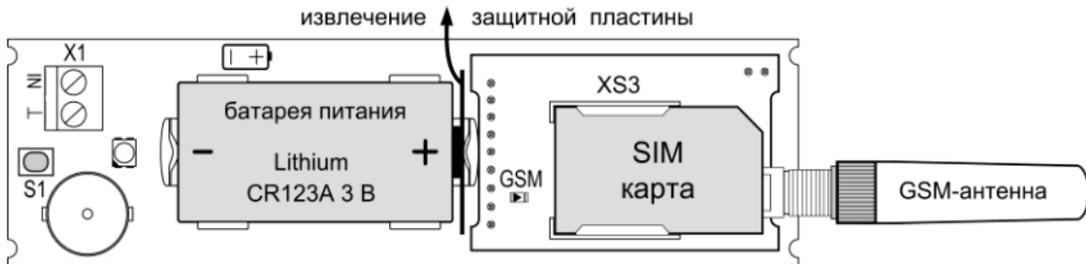

Рис.4 Установка SIM карты, извлечение защитной пластины, подключение внешней GSM-антенны (только для варианта 2)
2. Убедитесь, что SIM карта установлена в соответствии с рис.4, либо установите SIM карту в держатель на плате GSM-модуля: контактами к держателю, срезом – как показано на рис.4.
3. Включите питание сигнализатора – извлеките защитную пластину из контактов батареи питания (см. рис.4) или установите батарею питания, соблюдая полярность (если она была извлечена). После включения питания световой индикатор сигнализатора засветится красным. Светодиод «GSM» будет светиться в течение 3-х секунд и начнёт часто мигать – производится поиск сети и регистрация в сети GSM.
1. Сигнализатор должен находиться в «Дежурном» режиме. Откройте крышку сигнализатора (У варианта 2 перед снятием крышки отключите внешнюю GSM-антенну – антенна откручивается вращением против «часовой стрелки». После снятия крышки – подключите антенну, антенна прикручивается к SMA-разъёму вращением по «часовой стрелке»). Убедитесь, что SIM карта установлена в соответствии с рис.4.
| После включения питания светодиод сигнализатора длительно (минута, и более) светится красным (поиск сети) и нет трёх звуковых сигналов – нет регистрации SIM карты в сети GSM | 1. SIM карта не установлена. 2. SIM карта установлена не правильно. 3. SIM карта заблокирована PIN-кодом. 4. Недоступна сеть GSM. | 1. Проверьте наличие SIM карты. 2. Отключите питание, извлеките SIM карту и установите, как показано на рис.4. 3. Отключите запрос PIN-кода SIM карты при помощи телефона GSM (см. руководство пользователя на телефон). 4. Действуйте в зависимости от причины отсутствия сети: а) переместите сигнализатор на охраняемом объекте в место с надёжным доступом к сети GSM (соблюдая правила установки, указанные в п.2.8 настоящего РЭ). |